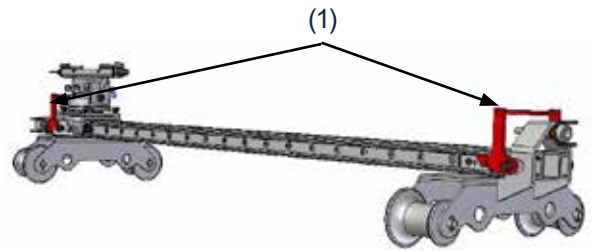

Fig 75.
4. Verrouillez les poignées (1) Fig 75 pour fixer le chariot coulissant en position.